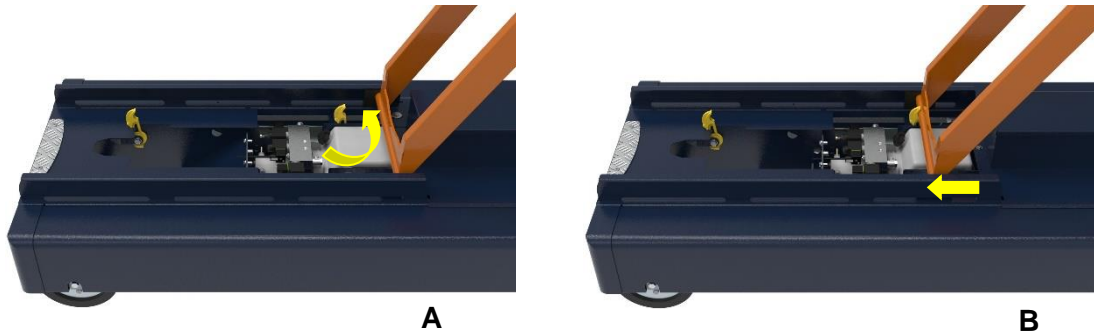
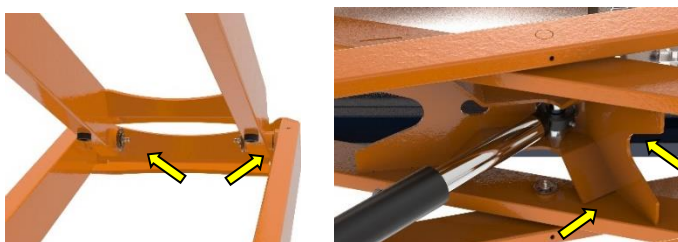

Figura 9.1 A–B: Apertura del blocco della forbice
Figura 9.2: Posizione degli alberi delle forbici e degli ingrassatori delle teste degli steli dei cilindri
Per gli interventi di manutenzione sopra, sotto o dentro la struttura della forbice, aprire il dispositivo di bloccaggio della forbice. Rimuovere la piastra di copertura (Figura 9.1 A). Aprire il fermo con la forbice sollevata. Abbassare la forbice (B) fino ad appoggiarla contro il fermo di sicurezza. Ora spegnere l'unità *BENOMIC S* mediante l'interruttore principale.
Gli alberi della forbice scorrono su boccole. I componenti interni della forbice sono collegati a quelle esterne mediante un albero. Per prevenire la ruggine sugli alberi, lubrificarli almeno una volta all'anno con un lubrificante universale mediante un ingrassatore. Sollevare la forbice e bloccare l'unità con il blocco forbice (vedere la figura 9.1). Appoggiare la pistola lubrificante sui cappucci (vedere la figura 9.2) e iniettare il lubrificante fino a quando non fuoriesce dai bordi esterni delle boccole.